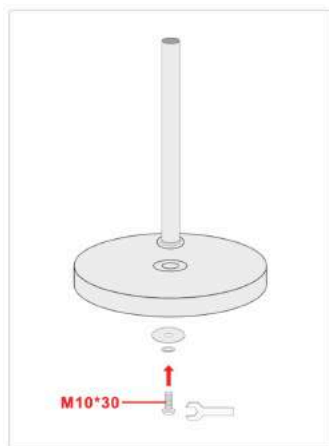

Figure 1
1. Enlevez le boulon et rondelles en bas du tube. Insérez le tube correctement dans le trou central de la base puis assemblez le tube et la base en remettant les rondelles et le boulon. Figure 1